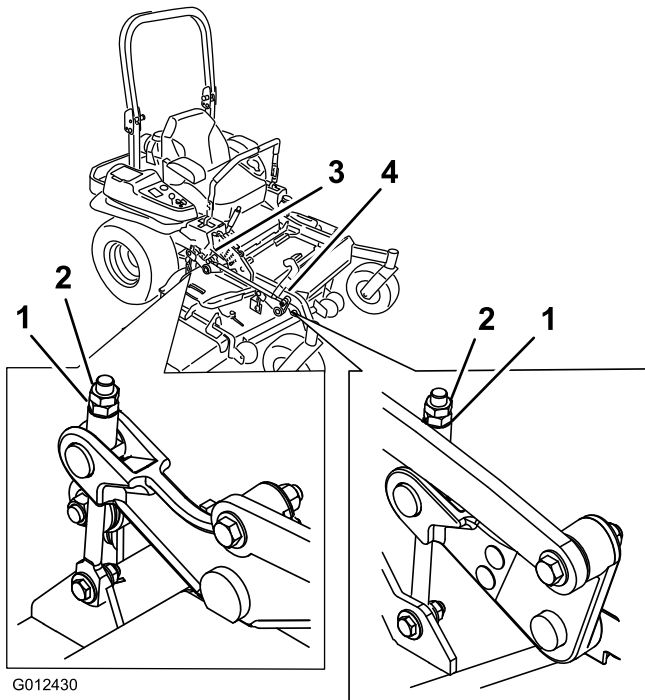

Figure 94
10. Pour les tabliers de coupe montrés à la Figure 94, ajustez précisément le serrage de l'écrou de réglage sur l'ensemble de relevage du tablier avant (Figure 94).
17. Ajustez précisément le serrage de l'écrou de réglage sur l'ensemble de relevage du tablier avant (Figure 94).